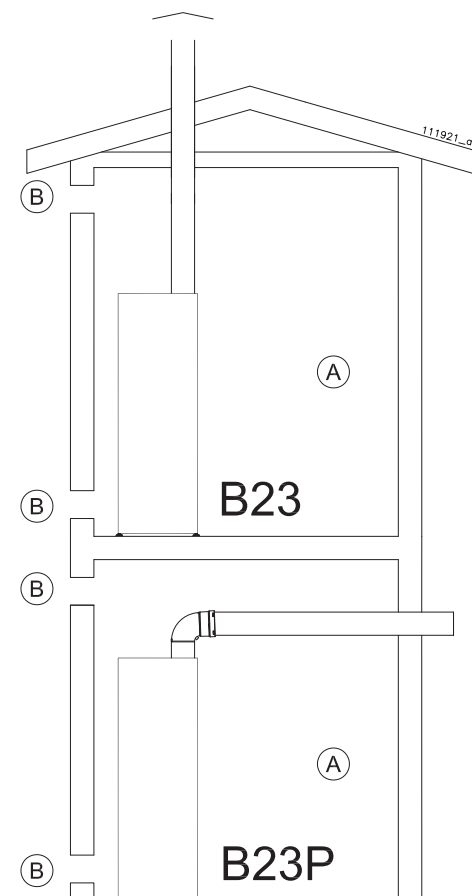

Figura 5-30 - Ventilazione centrale termica
Legenda di Figura 5-30
- Essere situate ad una quota prossima al livello del pavimento e prossima al soffitto e tali da non provocare disturbo al corretto funzionamento dei dispositivi di scarico dei prodotti della combustione; ove questa posizione non fosse possibile si dovrà aumentare almeno del 50% la sezione delle aperture di ventilazione; (Figura 5-30).